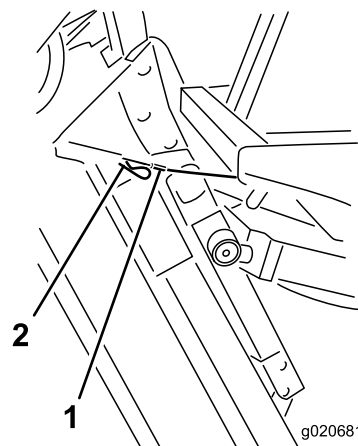

Figura 103
6. Sujutando la unidad de corte en posición vertical, coloque el extremo del cable sobre el pasador del brazo de elevación de la unidad de corte y fíjelo con la chaveta (Figura 103).